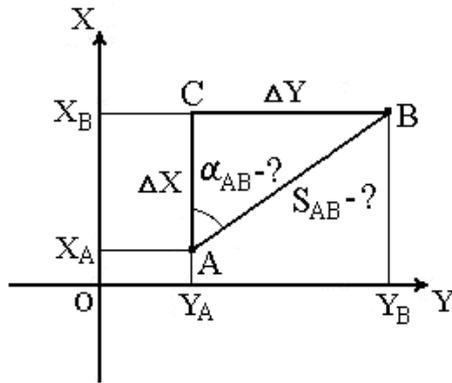

Рис. 2.
2. При известных координатах точек А (X_A, Y_A) и В (X_B, Y_B) необходимо найти длину S_{AB} и направление линии АВ: румб r_{AB} и дирекционный угол α_{AB} (рис.2).